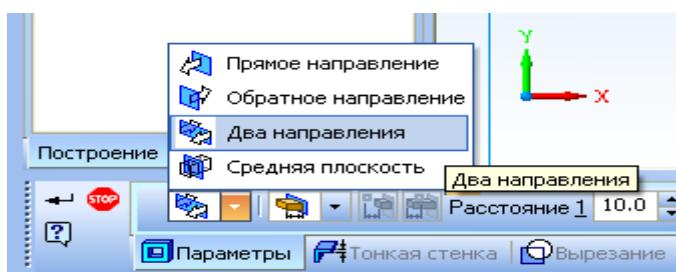

Рис. 19
**17.** Устанавливаете следующие параметры: **Два направления** (Рис. 19)